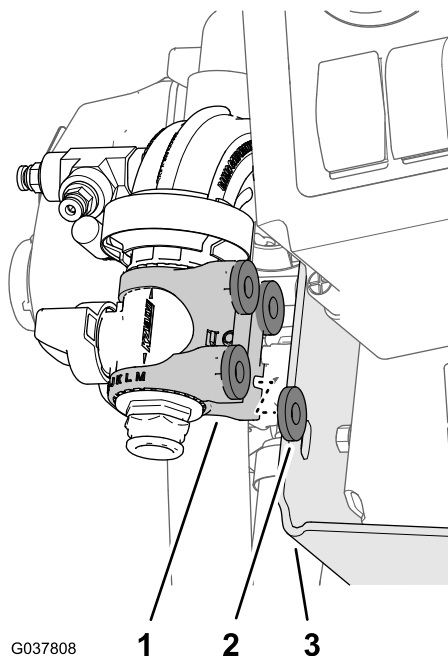

Figura 91
3. Allineate le 4 rondelle (5/16 x 13/16 poll.) tra la staffa in nylon della valvola di intercettazione delle flange e il supporto delle valvole (Figura 91).